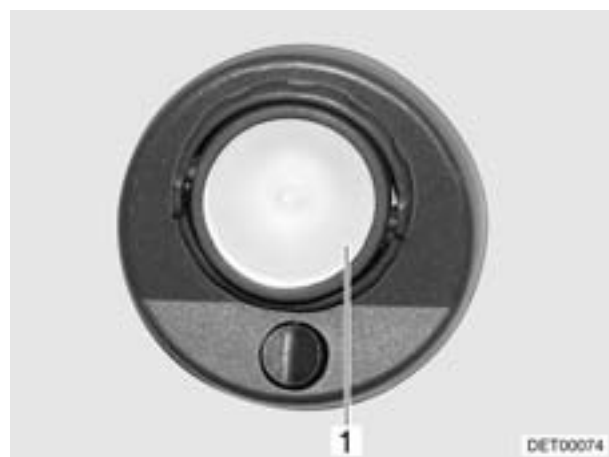

Bild 201 Halogenleuchte Fahrerhaus (I-Modell)
- Glasabdeckung (Bild 201,1) vorsichtig mit einem geeigneten Werkzeug (z. B. Schraubendreher) aushebeln und abnehmen.